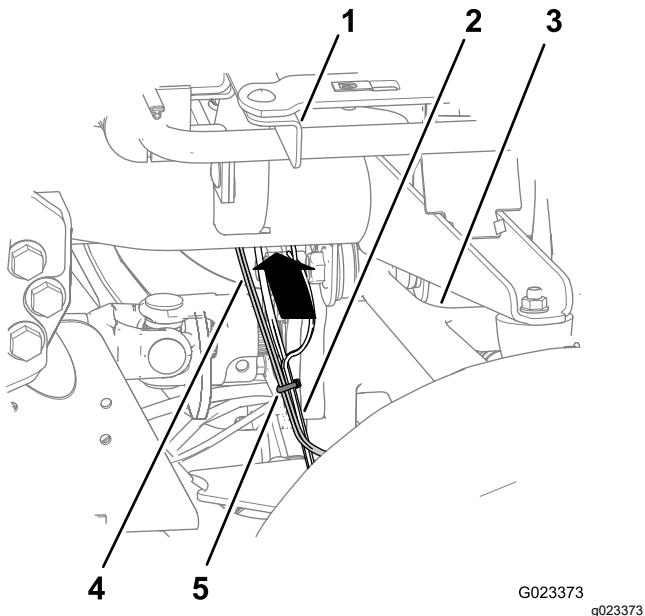

図 27
5. キットのワイヤハーネスを、下フレームチューブに沿ってさらに敷設し、上コントロールアームの後ろから立ち上げて運転席の後サポートチャネル鋼まで敷設する図25、図26、図27。
6. キットのワイヤハーネスを、後メインハーネスに固定するケーブルタイを使用して図 26と図 27に示すように2ヶ所で縛る。